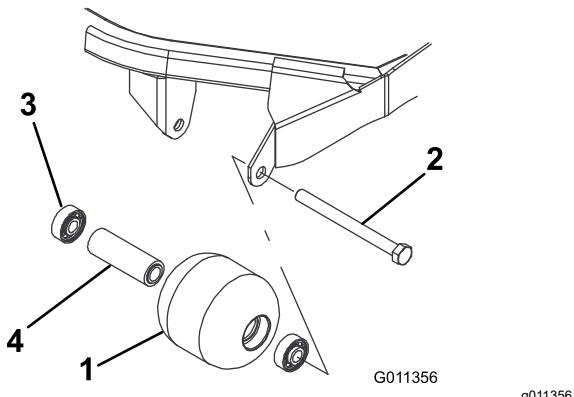

Figure 72
1. Retirez le boulon de fixation du galet (Figure 72).
4. Vérifiez l'état du logement de roulements, des roulements et de la douille d'écartement (Figure 72) Remplacez tout composant endommagé et procédez au remontage.
1. Enfoncez le premier roulement dans le logement à la presse (Figure 72). Exercez la pression uniquement sur la bague extérieure ou uniformément sur les bagues intérieure et extérieure.
2. Insérez l'entretoise (Figure 72).
3. Enfoncez le second roulement dans le logement à la presse (Figure 72). Exercez une pression uniforme sur les bagues intérieure et extérieure jusqu'à ce que la bague intérieure rencontre la douille d'écartement.